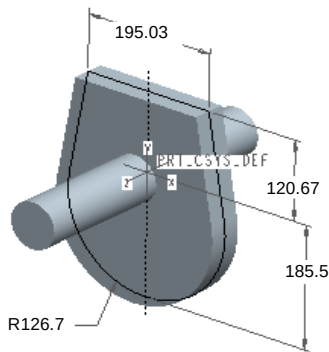
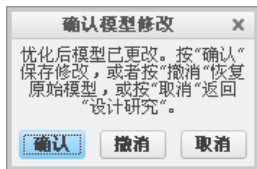

图 11.4.10 模型(一)
图 11.4.12 “确认模型修改”对话框
(6) 在图 11.4.2 所示的“优化/可行性”对话框中,单击 **计算** 按钮,经过几秒钟的系统运算后,系统提示 **未找到可行性解决方案**。注意:此时模型尺寸如图 11.4.10 所示。
(7) 修改变量范围值。比较图 11.4.10 和图 11.4.12 所示的两组尺寸,我们发现图中的尺寸已经达到了变量范围的最大值,因此,要找到可行的方案,就需将变量的最大值进行修改。将对话框中的 195.030000 改为 200.0,将 120.670000 改为 180.0。
(9) 要保存研究,请选择 **文件(E)** → **保存(S)** 命令,在图 11.4.12 所示的“优化/可行性”对话框中,单击 **关闭** 按钮。
(10) 在弹出的图 11.4.12 所示的“确认模型修改”对话框中单击 **确定** 按钮。